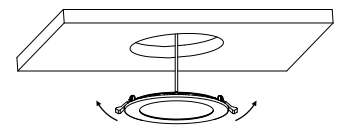

Fig. 4
12. Relever les clips à ressort du luminaire et insérer la base du luminaire dans l'ouverture (Fig. 4).